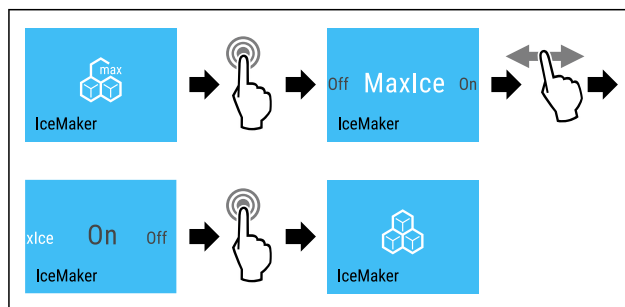

Fig. 19
- Genomför stegen (se Fig. 19).